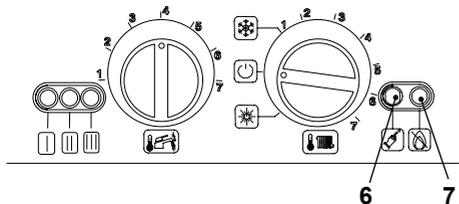

рис. 3.4
**Если бойлер не работает, сигнальная лампа блокировки (7 в рис. 3.4) горит, бойлер заблокирован по причинам безопасности.**
Чтобы вернуть бойлер к работе, нажмите на кнопку перезагрузки бойлера (6 в рис. 3.4) на панели управления бойлера.